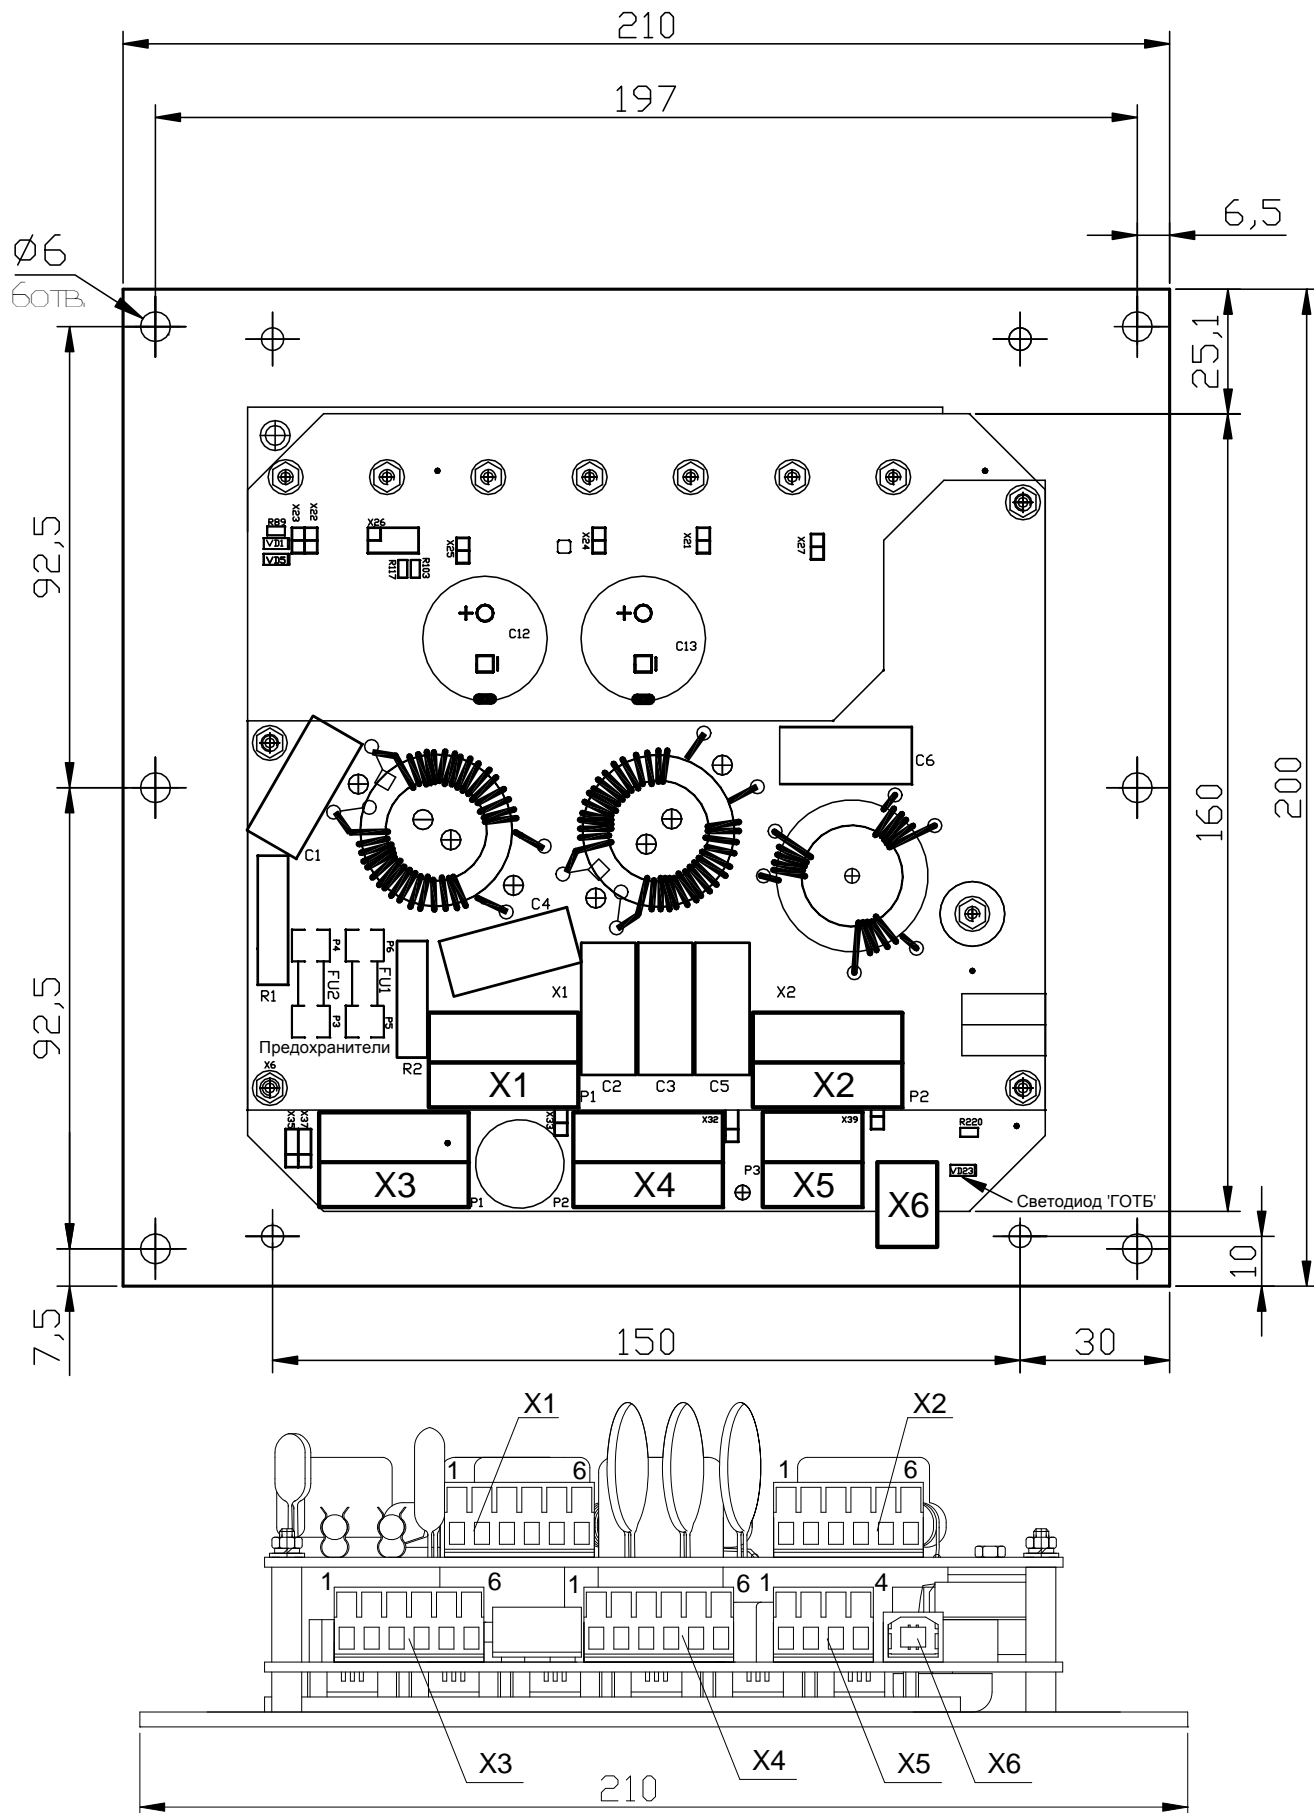
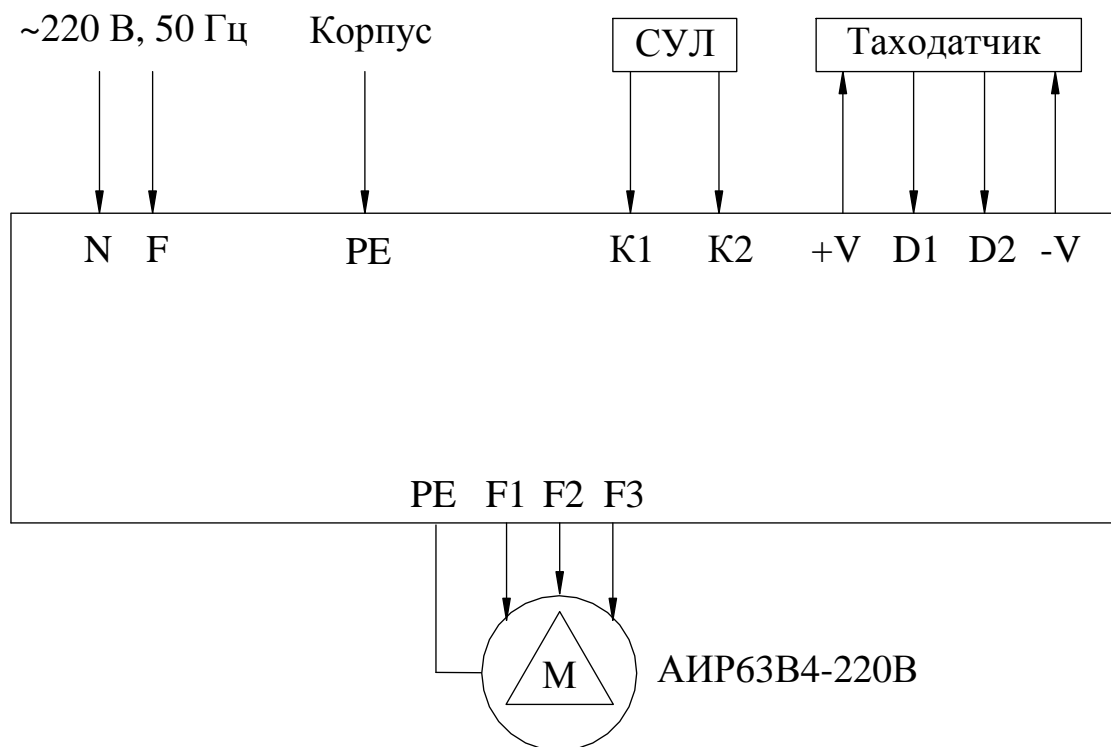
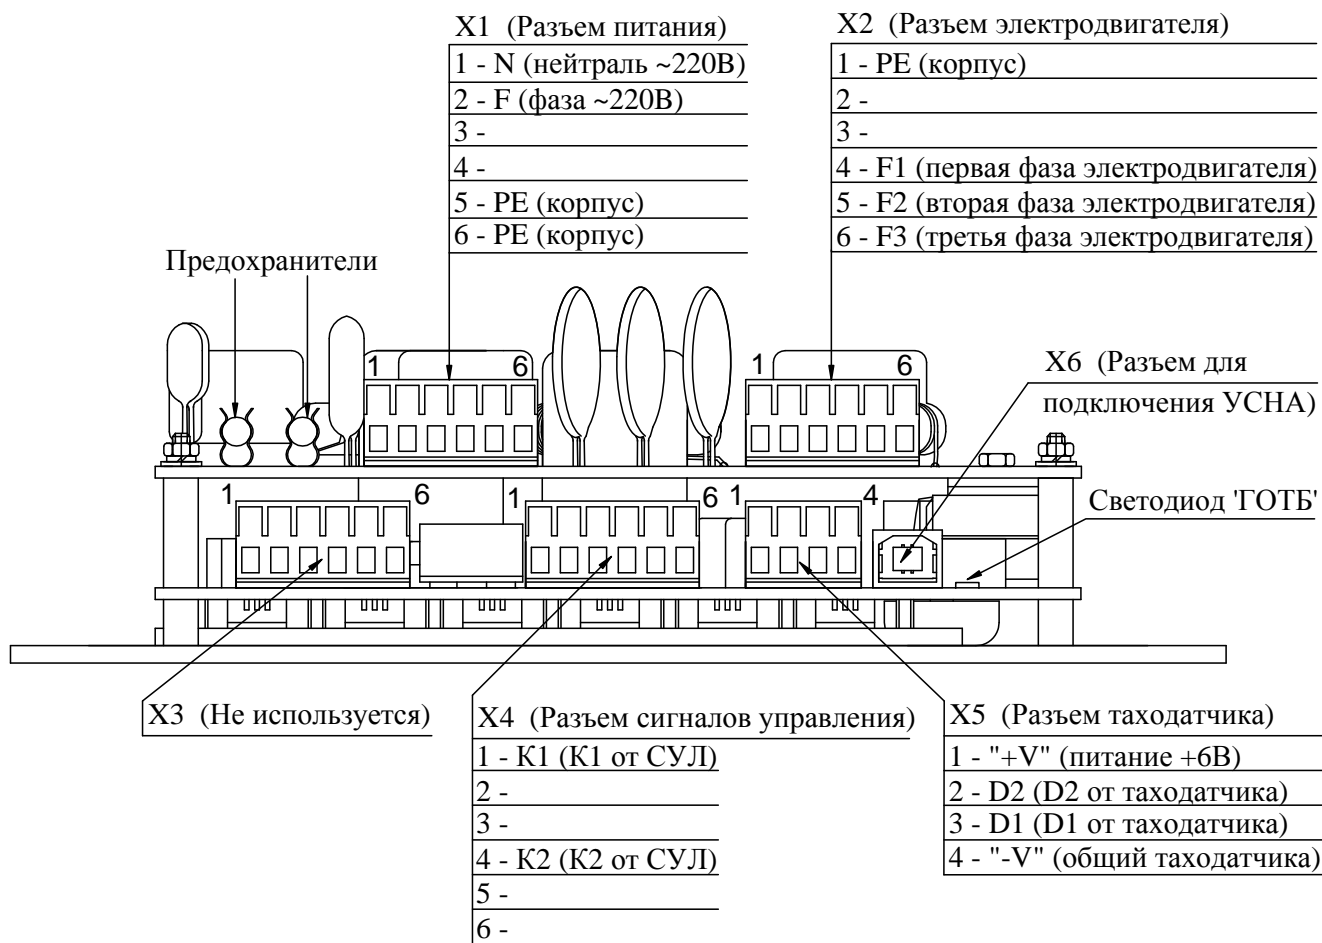

Рис.1. Габаритно-присоединительные размеры Устройства.
Рис.2. Блок-схема подключения внешних контактов БУАД-7-16.
Рис. 3. Схема подключения внешних контактов БУАД-7-16.
Габаритно-присоединительные размеры *Устройства* приведены на **рис.1**.
3.4.1. На **рис.2** показана блок-схема подключения внешних контактов *Устройства*. На **рис.3** показаны и подписаны отдельные контакты каждого из разъемов *Устройства*.
- логическая единица (1) сигнала означает, что данный сигнал подан, выдан, получен или включен;
- логический нуль (0) сигнала означает, что данный сигнал снят или выключен.
3.4.3. Внешние контакты для станции управления лифтов (СУЛ) (см. рис. 2, 3):
Узел подключения внешних коммуникаций состоит из набора кабельных выводов (**рис.1**), разъемов для подсоединения шин сетевого питания, цепей выходных напряжений для электродвигателя, цепей управления работой устройства, цепей подключения таходатчика (**рис.2, 3**), заглушки для разъема подключения устройства настройки УСНА, а также крышки, закрывающей разъемы *Устройства*.